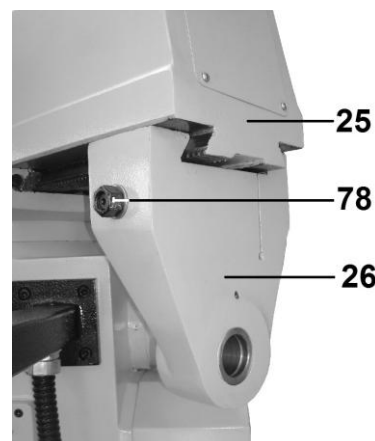

Рис. 24
- 9.10.1. Для настройки станка для горизонтального фрезерования ослабьте гайку (78) зажимного устройства подвески (серьги) и выведите по направляющим хобота (25) подвеску (серьгу) (26) (Рис. 24).
- опустить в нижнее положение рабочий стол (8);
- ослабить гайку (78) (Рис. 24, 25), аккуратно снять серьгу (26);
- ослабить (на 1-2 оборота) четыре болта (77);